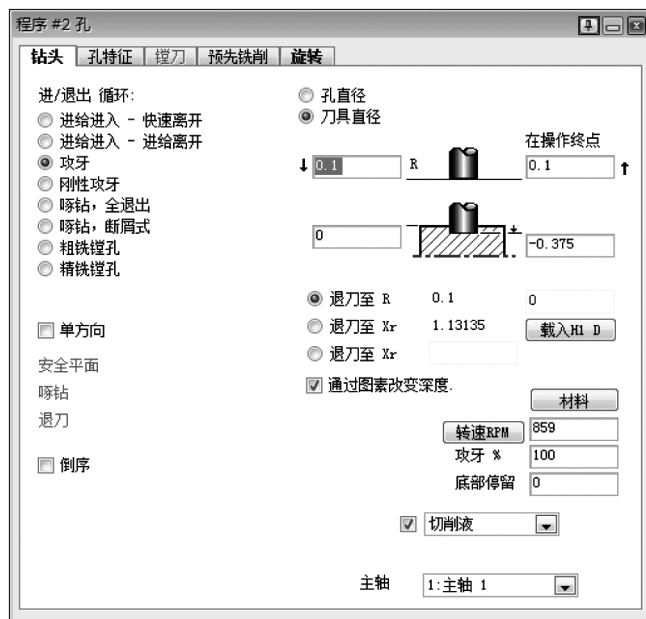

图 6-115 钻孔参数 2
2) 改变程序#2 的刀具为#21 刀具, 并按如图 6-115 所示修改程序。